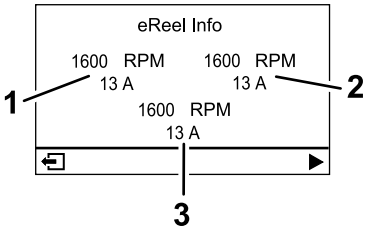

Figura 26
- **Pantalla de motores eReel (Figura 26):** muestra la velocidad y la corriente de cada motor de las unidades de corte.